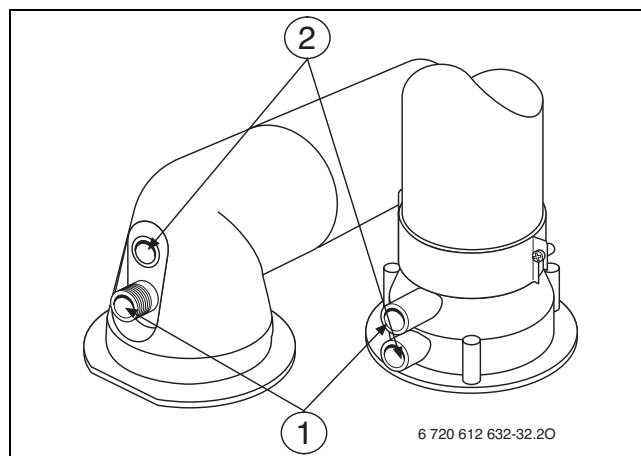

Fig. 79
- ▶ Rimuovere il tappo della presa di analisi dell'aria comburente (→ fig. 79, [2]).
- ▶ Rimuovere il tappo di chiusura dalla presa di analisi dei combusti (→ fig. 79, [1]).